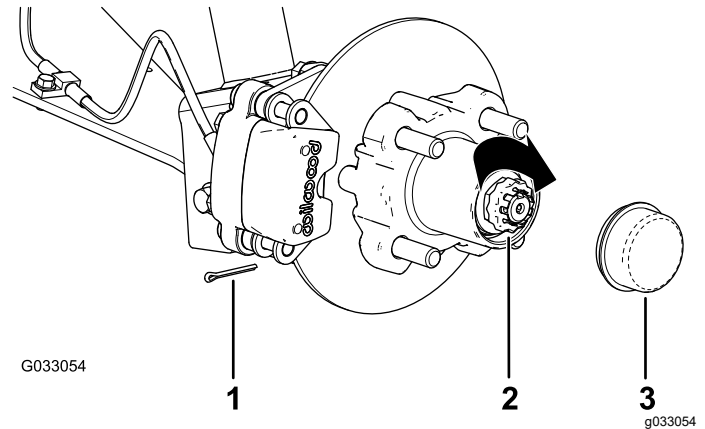

Figure 27
alignés afin de pouvoir insérer la goupille fendue (Figure 27).
9. Insérez la goupille fendue et repliez chacune de ses pattes autour de l'arrêt d'écrou (Figure 27).
10. Reposez le couvercle-moyeu sur le moyeu (Figure 27).